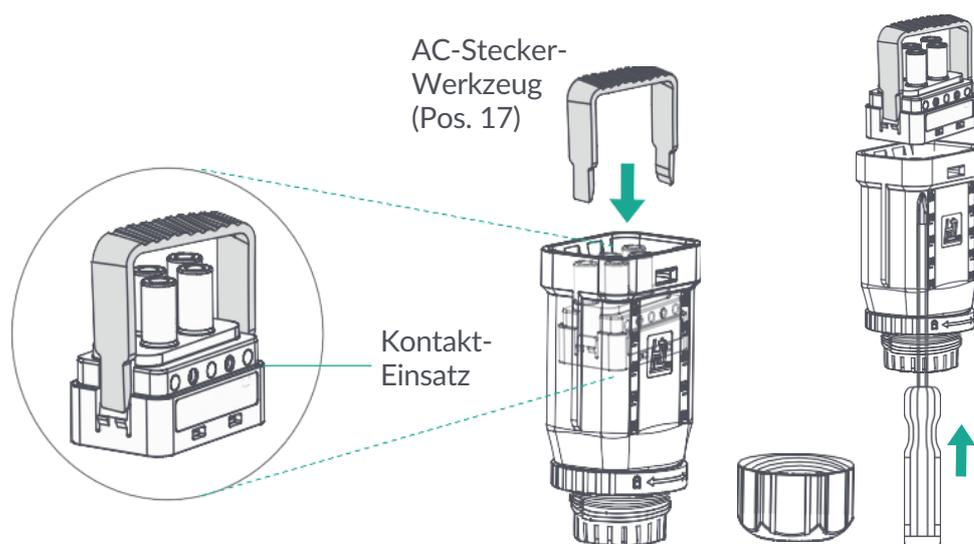

Abbildung 19: Demontage AC-Stecker
- AC-Stecker zerlegen (Abbildung 19)